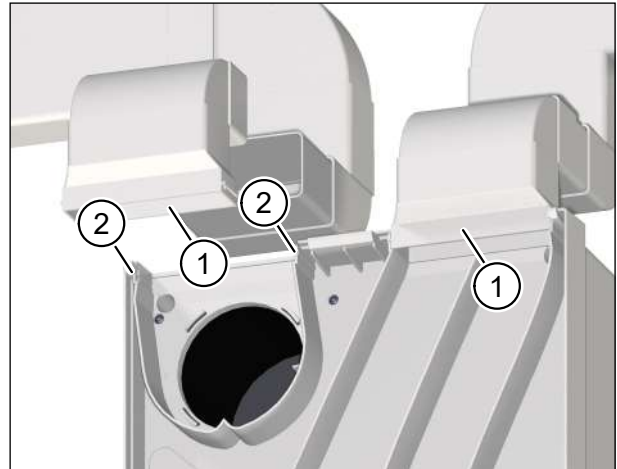

Abb. 11: Kanaladapter reinigen (bei Aufputzmontage mit Kanalanschluss)
- ▶ Reinigen Sie die Kanaladapter (Pos. 1 in Abb. 11) mit einem feuchten Tuch und milder Seifenlauge.
Bei Bedarf können Sie die Kanaladapter herausnehmen. Drücken Sie dazu die beiden Aufnahmen (Pos. 2 in Abb. 11) vorsichtig nach außen und ziehen Sie die Kanaladapter nach vorne.